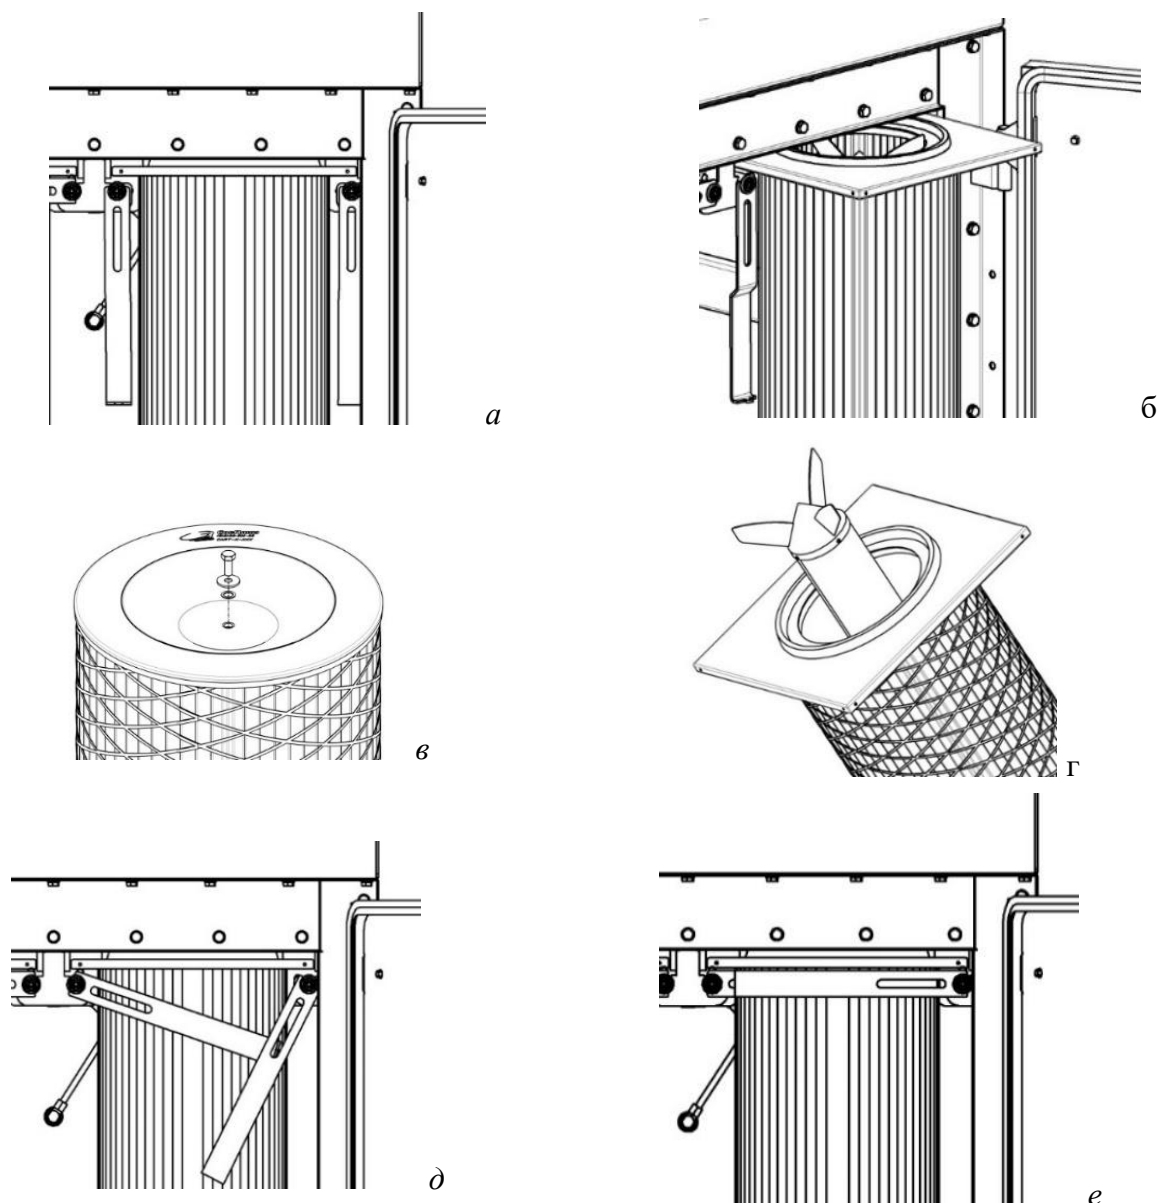

Рисунок 11
- 1) открыть дверь фильтра, предварительно открутив ручки, повернуть рычаги в положение «открыто», как показано на рисунке 11а, вытащить картриджи (рисунок 11б);
- 2) открутить на нижней крышке картриджа болт М 8х20 и снять вместе с шайбами, извлечь обтекатель (рисунок 11, в, г), повторить процедуру для оставшихся картриджей;
- 4) взять новый картридж, собрать с обтекателем, закрепить его болтом М 8х20 с шайбами, повторить действия для оставшихся картриджей, установить картриджи в фильтр, повернуть рычаги в положение «закрыто» (рисунок 11е), закрыть дверь фильтра, закрутить ручки.